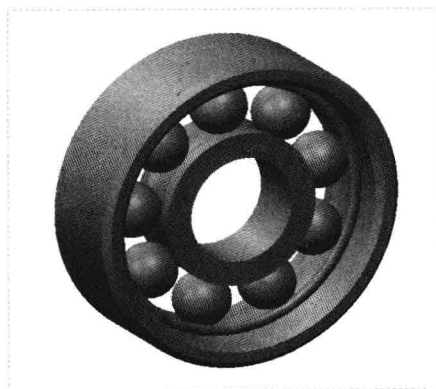

图 17-32 创建边倒角特征 1
Step 10 单击“应用并保存在工具中所做的所有更改，然后关闭工具操控板”按钮，完成边倒角特征的创建，如图 17-32 所示。